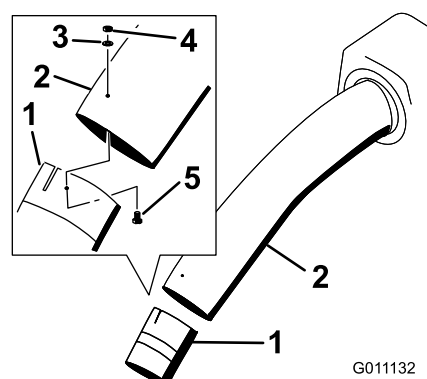

Figura 28
14. Una os tubos superior e intermédio com 3 parafusos (n.º 10 x 3/4 polegada), 3 anilhas de cabeça chata (7/32 polegada) e 3 porcas de bloqueio (n.º 10) (Figura 28).